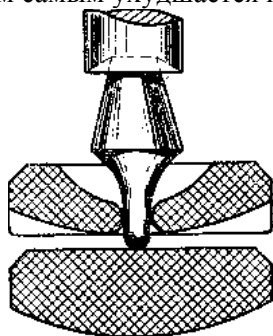

Рис. 9. Цапфа оси баланса, упирающаяся в накладной камень
**Накладки и накладные камни.** Для облегчения работы баланса и уменьшения трения концы цапф осей (пятки), выходящие наружу из отверстия сквозного камня, упираются в накладные камни — подпятники (рис. 9), закрепленные в накладках. Нижняя и верхняя накладки с накладными камнями прикреплены винтами к платине и мосту баланса.